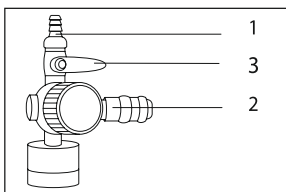

Рис. 4
7. Благодаря конструкции компрессора (для WO 50-300, WO 80-360, WO 100-400), Вы можете подключать одновременно два инструмента. На выходе из компрессора предусмотрены штуцера двух типов: «елочка» (Рис. 4, п. 1) и быстросъемный (Рис. 4, п. 2).
Для подачи давления к инструменту, подключенному к штуцеру типа «елочка», откройте шаровой кран (Рис. 4, п. 3).
Также можно отрегулировать расход воздуха отдельно только у инструмента, подключенного к штуцеру посредством регулировки положения крана (Рис. 4, п. 3).
ПРИМЕЧАНИЕ! При работе одновременно двумя инструментами следует помнить, что давление в обоих инструментах будет одинаковым, а расход воздуха будет распределяться пропорционально соотношению проходных сечений инструментов или выходных штуцеров в случае регулирования расхода воздуха краном (Рис. 4, п. 3), т.е. при увеличении расхода воздуха через штуцер «елочка» (Рис. 4, п. 1) будет уменьшаться расход воздуха через штуцер быстросъемный (Рис. 4, п. 2) и наоборот.
- к штуцеру типа «елочка» – закройте кран (Рис. 4, п. 3), ослабьте хомут (если установлен), смените шланги инструмента, снова затяните хомут и откройте кран, установив необходимый расход воздуха;